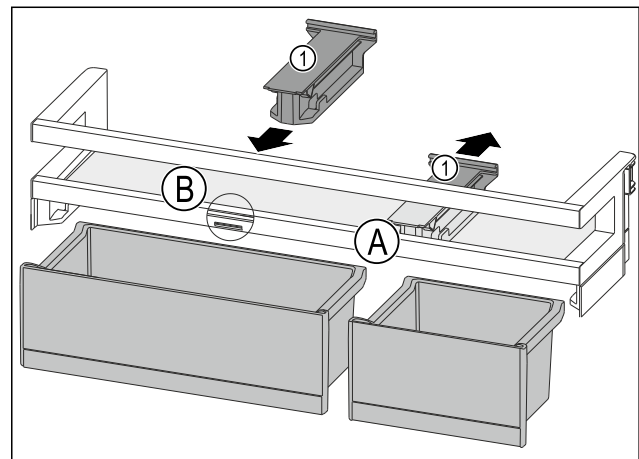

Fig. 119
- ▶ Halteteil Fig. 119 (1) in Position Fig. 119 (A) nach hinten abziehen.
- ▶ Halteteil Fig. 119 (1) in Position Fig. 119 (B) einsetzen.